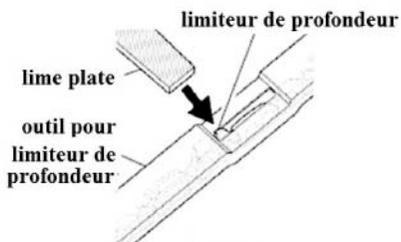

Fig. 17
1. Placer l'outil pour limiteur de profondeur (.025") fermement par-dessus deux taillants. S'assurer que le limiteur de profondeur entre dans la fente de l'outil. (voir fig.17).